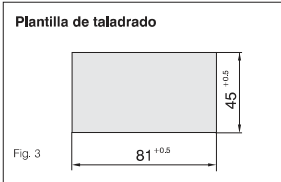

Fig. 3
- realizar, en el panel, una abertura como la ilustrada en la fig. 3